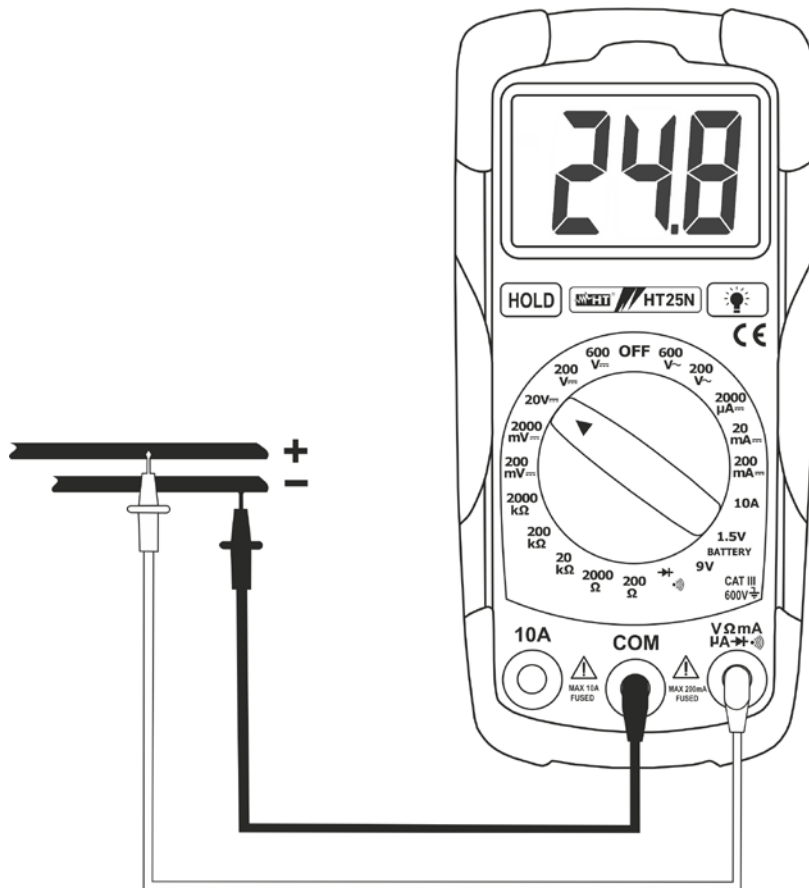

Abb. 2: DC-Spannungsmessung
3. Verbinden Sie nun die rote und die schwarze Messleitung mit dem positiven und dem negativen Pol (s. Abb. 2). Der Spannungswert wird auf dem Display angezeigt.